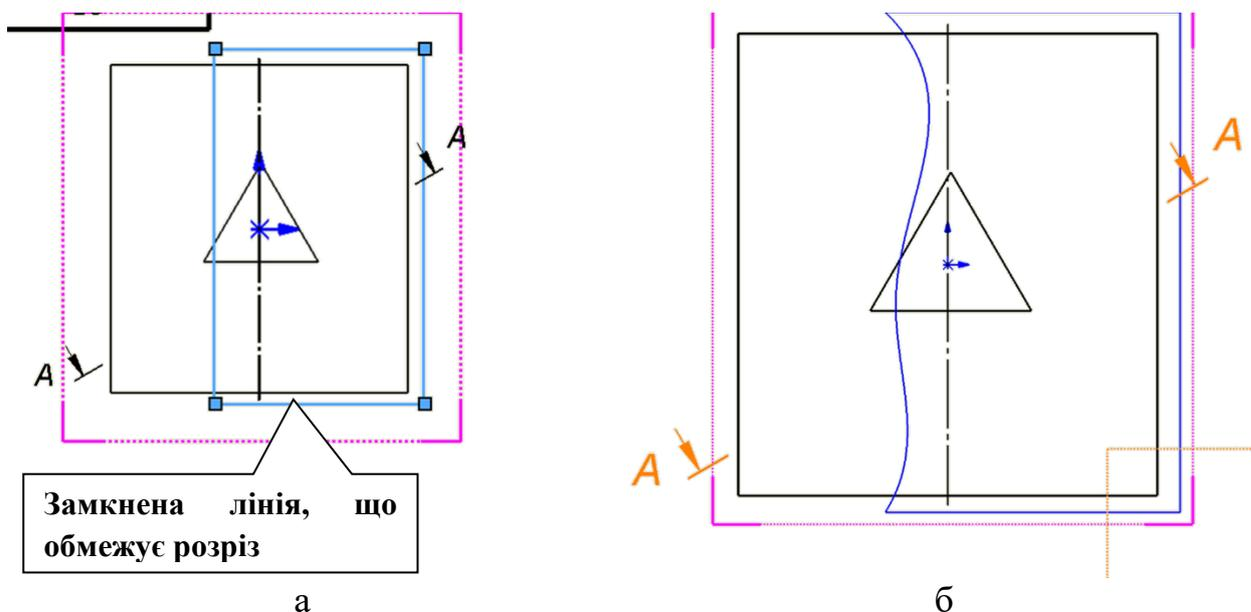

Рисунок 4.12 – Побудова лінії розмежування виду від розрізу
- активувати вид Спереду. Натиснути кнопку **Прямокутник** інструментальної панелі **Ескіз** та побудувати прямокутник так, щоб він охопив частину виду, замість якої необхідно отримати розріз (рис. 4.12 а). Оскільки на межі виду та розрізу знаходиться внутрішнє ребро – треба збільшити розріз й розділити вид та розріз за допомогою хвилястої лінії (рис. 4.12 б);